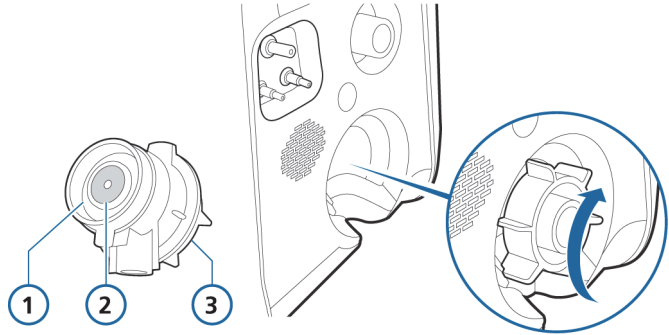

Figura 6-1. Instalação da válvula expiratória neonatal
1. Segure o invólucro da válvula expiratória (Figura 6-1) e posicione a membrana de silicone no invólucro.